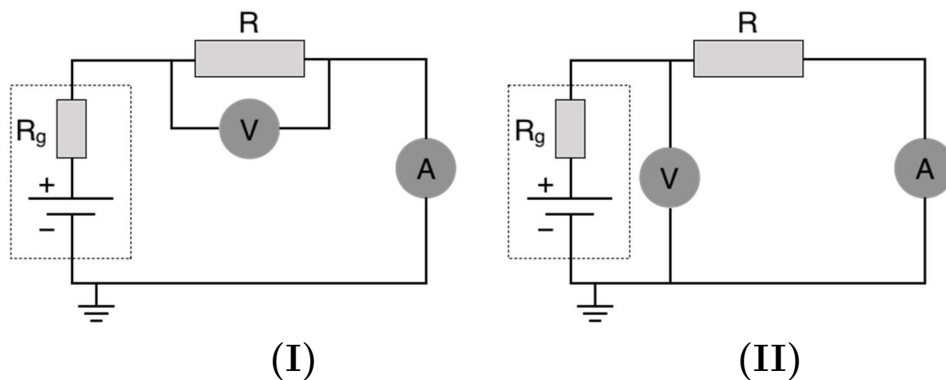

Figura 1: Configurazioni di misura di una resistenza.
I due circuiti in Figura 1 vanno utilizzati in relazione al valore della resistenza di carico R e al valore delle resistenze parassite degli strumenti. La configurazione **(I)** va usata per resistenze R “piccole” rispetto alla resistenza interna del Voltmetro, mentre la configurazione **(II)** va utilizzata per resistenze R “grandi” rispetto alla resistenza interna dell'Amperometro
Si consideri prima la configurazione **(I)** in Figura 1. Per individuare il valore della resistenza interna del Voltmetro, R_V , è sufficiente applicare la legge di Ohm al parallelo
Si consideri ora la configurazione (II) in Figura 1. Per individuare il valore della resistenza interna dell'Amperometro, R_A , è sufficiente applicare la legge di Ohm alla serie delle resistenze R ed R_A (con R nota). Utilizzare valori di R dell'ordine di qualche Ohm.
Si sostituisca un diodo alla resistenza nel circuito riportato in Figura 1. Si scelga opportunamente la configurazione degli strumenti di misura e si vari la tensione di alimentazione del circuito misurando la differenza di potenziale ai capi del diodo e la corrente che lo attraversa.